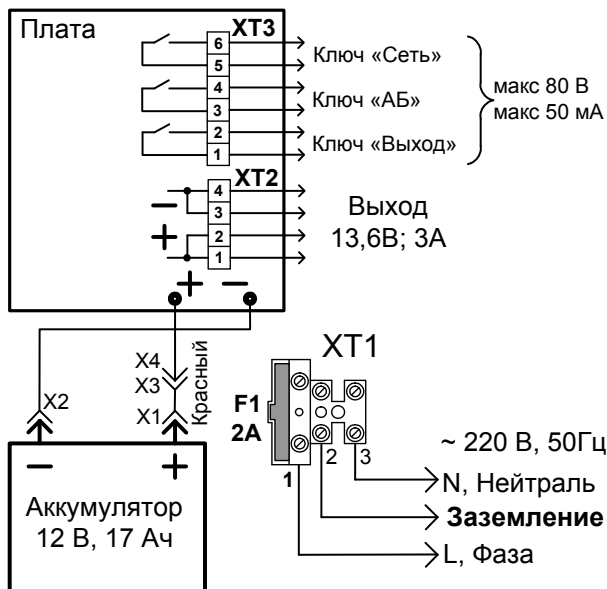

Рис. 2
ВНИМАНИЕ! При подключении внешнего питающего напряжения 220 В к сетевой колодке ХТ1 необходимо соблюдать правильность подключения проводов «фаза» и «нейтраль». Подключение производить в соответствии с Рис. 2. Схема подключения также расположена на внутренней стороне корпуса РИП.
3.2.4 Согласно схеме соединений (рис. 2):
б) изъять из колодки вставку F1 (2 А), подключить сетевые провода к входной колодке (фаза (L) должна быть подключена к ХТ1:1, см. рис. 2);